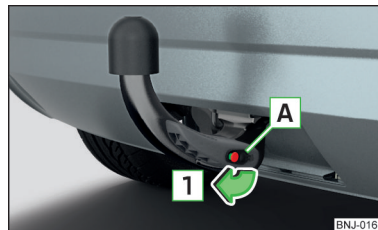

Рис. 158
- Зніміть кришку **A** з замка у напрямку стрілки **1** » Рис. 158 .